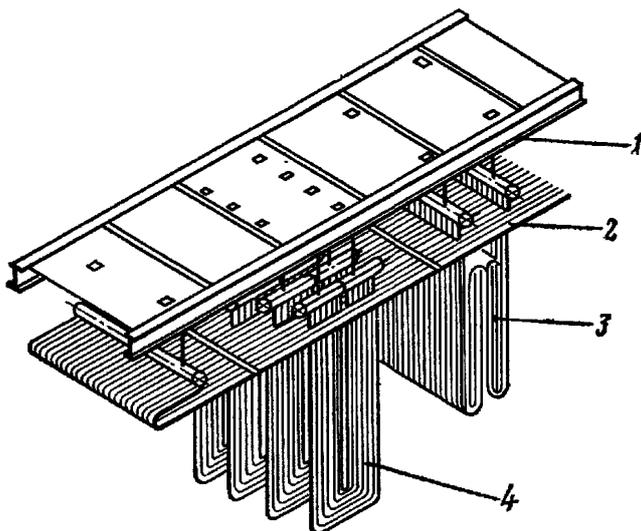

Рис. 10. Блок потолочного перекрытия с поверхностями нагрева
1. Подъем блока. 2. Установка блока по месту с предварительной выверкой и закреплением. 3. Снятие монтажных жесткостей (см. рис. 10).